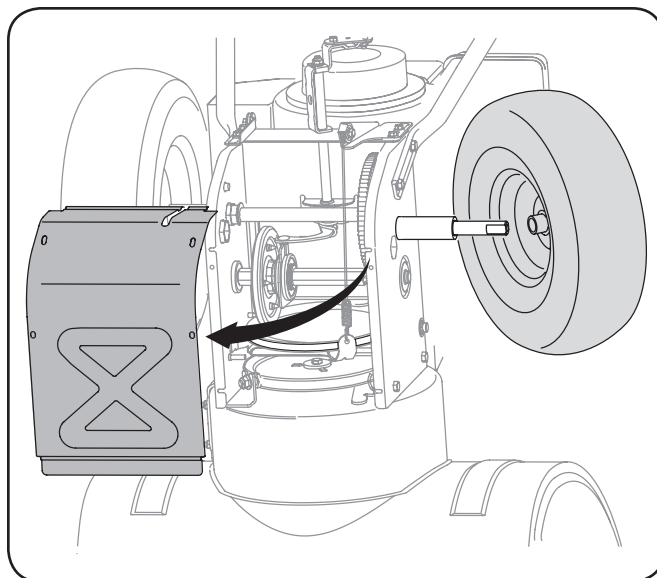

Figura 7-8
4. Saque la cubierta del marco desde debajo de la máquina quitanieve retirando los cuatro tornillos autorroscantes que la aseguran. Retire la rueda derecha quitando el tornillo y la arandela de campana que la aseguran al eje. Vea la Figura 7-8.